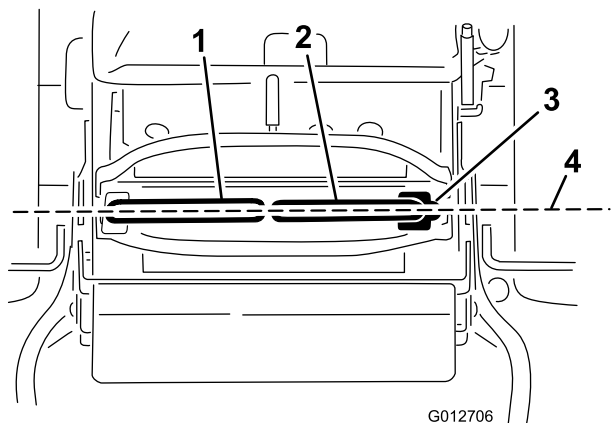

Figura 69
Importante: Compruebe el avance de la máquina después de ajustar las palancas de control de movimiento. Se utiliza el mismo procedimiento para ajustar la dirección y para alinear las palancas de control de movimiento hacia adelante-atrás (Figura 69).
1. Una vez ajustada la alineación horizontal, compruebe la alineación adelante-atrás empujando ligeramente hacia adelante las palancas de control para eliminar cualquier holgura del acoplamiento de las palancas de control (Figura 69).